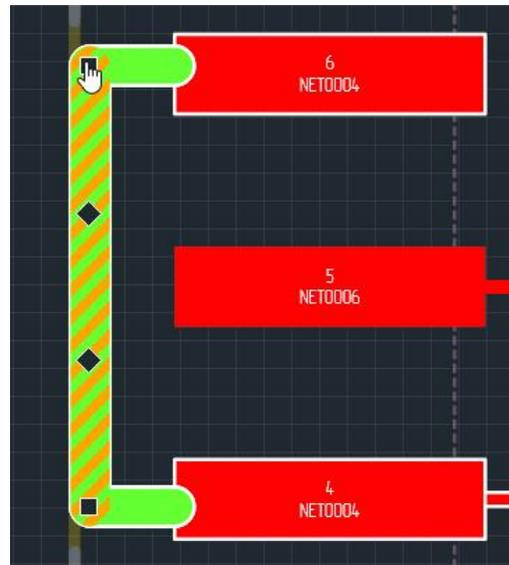

Рис. 285 Курсор при перемещении конечной точки сегмента
2. Наведите курсор на конечную точку сегмента, которую требуется переместить, при этом курсор должен изменить свою форму, см. Рис. 285.